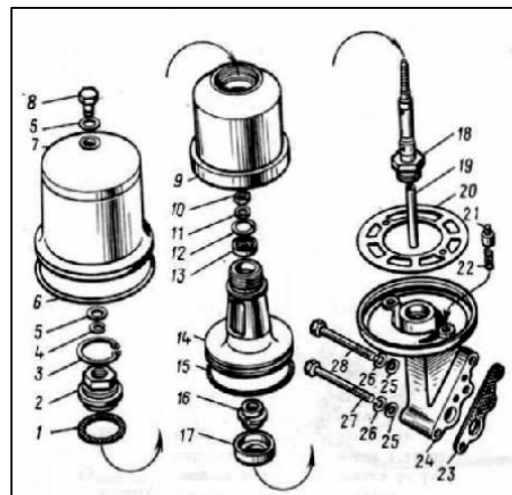

Рис. 3.21 – ФЦОМ
3.7.2.1 Разборка ФЦОМ (рис. 3.21):